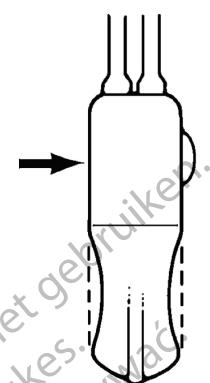

Figura 4-43. Método de hisopo de algodón
2. Tome un hisopo con punta de algodón y aplique presión al área, directamente detrás del botón de desactivación. (Figura 4-43)